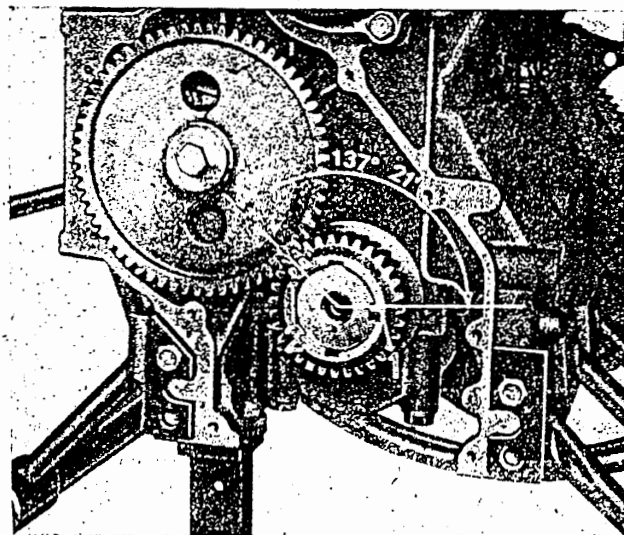
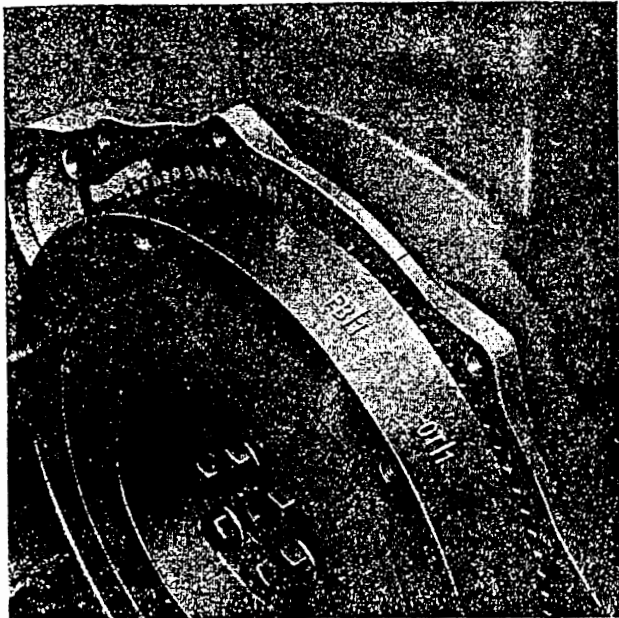

Bild M 88. Kennzeichnung der Steuerräder
Bild M 89. OT-Markierung auf dem Schwungrad
- c) Paßfeder einlegen und Kurbelwellenrad entsprechend der Kennzeichnung Bild M 88 zum Nockenwellenrad auf Kurbelwelle aufschieben. Die OT/1-Markierung auf dem Schwungrad muß gleichzeitig mit der Markierung am Kurbelgehäuse übereinstimmen, siehe Bild M 89.